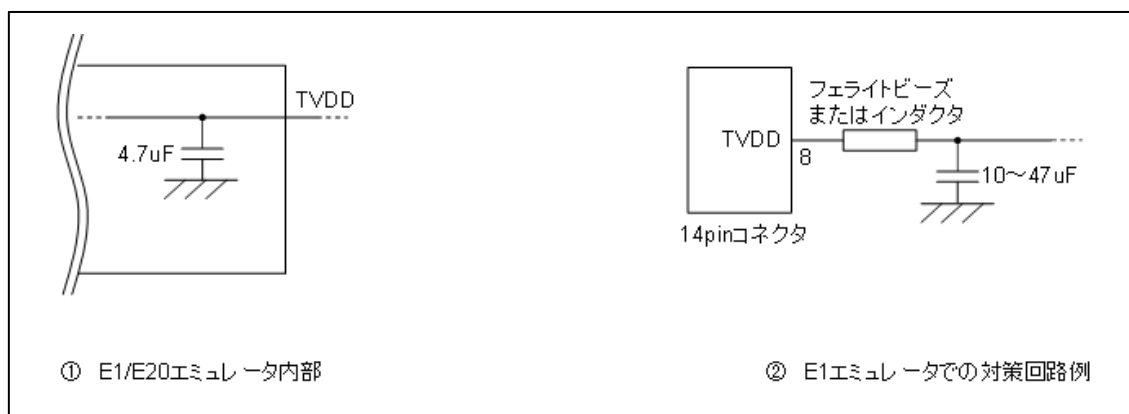

図 2-7 ホットプラグイン向け対策回路
図 2-7 ①のようにE1エミュレータの8番ピンには、エミュレータ内部で4.7 μ Fのコンデンサが付いているため、ホットプラグイン接続を行う場合はユーザシステム上の電源電圧が一瞬低下する場合があります。この電圧降下によりMCUリセットが発生する可能性があります。図 2-7 ②に示すように、エミュレータ接続コネクタのTVDDラインの直近にフェライトビーズ（またはインダクタ）と低ESRで大きめのコンデンサを付けることで症状を軽減することができますが、本対策は、電圧降下を完全に改善するものではありません。なお、ホットプラグイン接続はデバッグ時のみ有効な機能であり、本機能を使用する場合は、別売のホットプラグインアダプタが必要です。